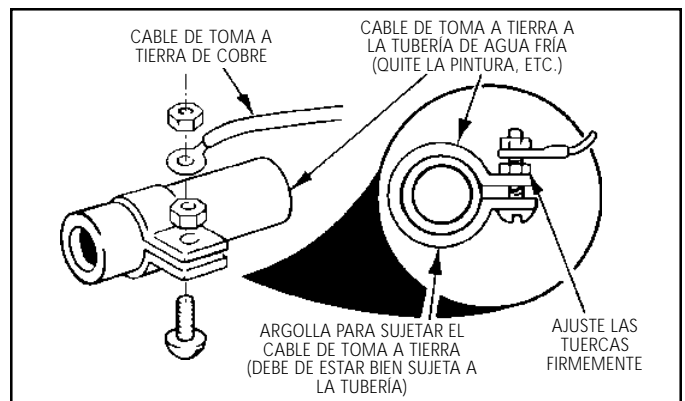

Figura 6
**B. Si este horno se va a usar en una casa sobre ruedas o si los códigos locales no permiten que el armazón este conectado al neutro de la toma a tierra,** separe el alambre blanco y el de toma a tierra pelado que salen del final del cable de suministro de energía al electrodomestico. Conecte el alambre blanco del cable de suministro de energía al alambre blanco neutro en la caja de empalme. Conecte el alambre negro del cable de suministro de energía al alambre negro en la caja de empalme. Conecte el alambre rojo del cable de suministro de energía al alambre rojo de la caja de empalme. El alambre pelado debe de usarse ahora para la toma a tierra del electrodomestico de acuerdo con los códigos eléctricos locales. Conecte el alambre de cobre pelado de toma a tierra a una tubería de toma a tierra de agua fría\* o al alambre de toma a tierra en el panel de servicio. No conecte la toma a tierra a una tubería de suministro de gas. No conecte el suministro de energía eléctrica hasta que el electrodomestico tenga su toma a tierra instalada permanentemente. Conecte el alambre de toma a tierra antes de enchufar por primera vez el electrodomestico. (vea la figura 6)